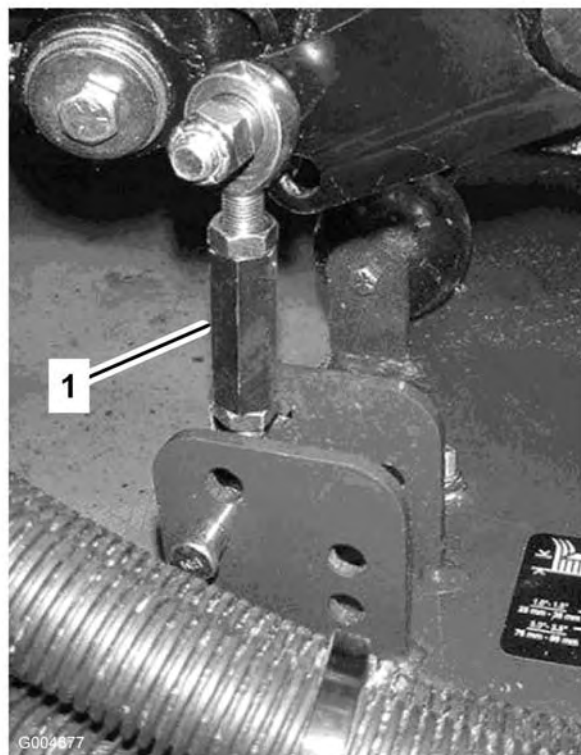
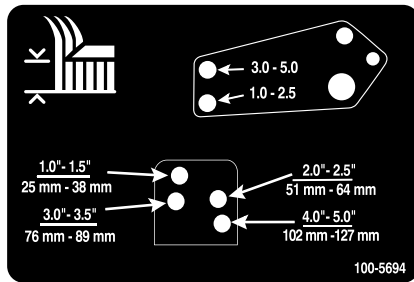

Figura 22
Figura 23
8. Retire los pasadores de horquilla y las chavetas que fijan los acoplamientos de los amortiguadores a los soportes de la unidad de corte (Figura 22). Alinee los taladros de los acoplamientos de los amortiguadores con los taladros del soporte de altura de corte en el bastidor de la unidad de corte (Figura 23), y coloque los pasadores de horquilla y las chavetas.